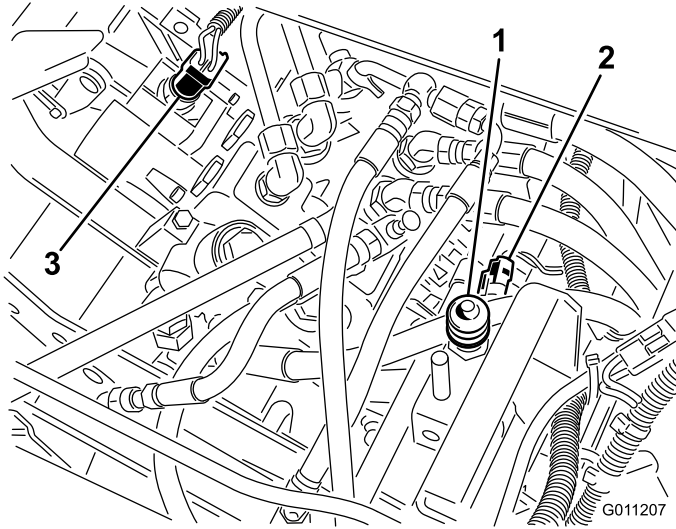

Figura 46
2. Rimuovete la guaina dal terminale del pulsante del microinterruttore del sedile (Figura 46) e conservatela per l'installazione sul microinterruttore di ricambio. Scollegate i connettori del microinterruttore.
2. Scollegate i connettori del microinterruttore della trazione, installato nel coperchio del distributore sulla valvola selettiva (Figura 46).
2. Scollegate i connettori dai terminali del microinterruttore di tosatura/sollevamento installato nel coperchio del distributore (Figura 46).